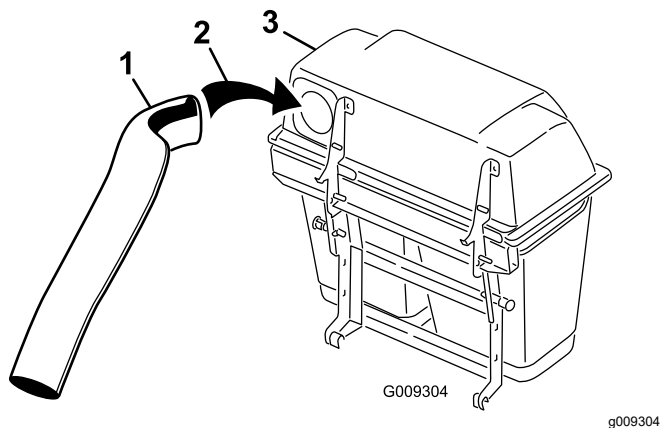
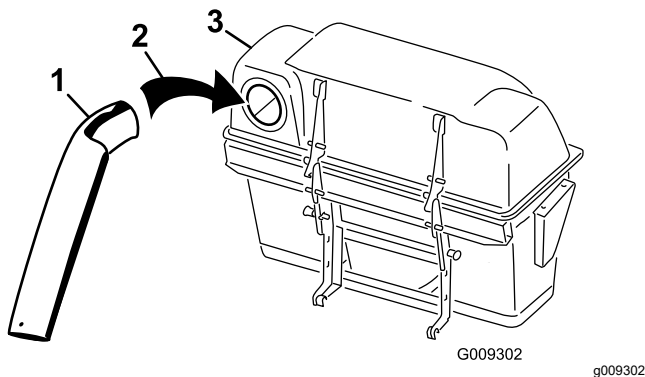

Bild 22
Bild 23
5. Setzen Sie das obere Rohr in die Öffnung am Heckfangsystem ein und ziehen es zurück, sodass die Gummidichtung hervorsteht (Bild 22 oder Bild 23).